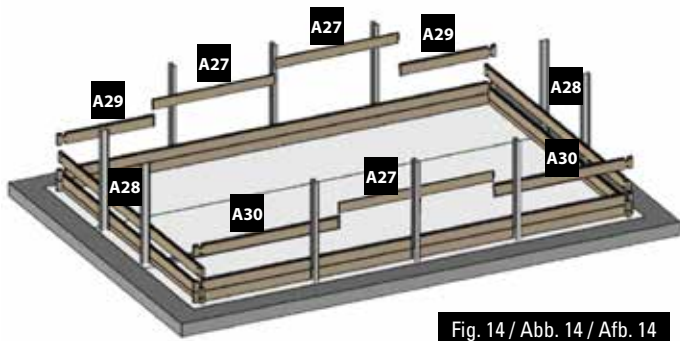

Fig. 14 / Abb. 14 / Afb. 14
- EN 3rd LAYER OF BOARDS:** Install the third layer of boards as shown in figure 14. The position of the refilling fitting with the key and the skimmer should be defined at the start of the assembly (read the specific paragraphs).
- FR 3ÈME RANGÉE MADRIERS :** Positionnez les madriers de la 3ème rangée conformément à la figure 14. Vous devez avoir déterminé l'emplacement de la buse de refoulement et du skimmer dès le début du montage (voir paragraphes spécifiques).
- DE 3. BRETTREIHE:** Platzieren Sie die Bretter der dritten Reihe laut Abb. 14. Zu Beginn der Montage müssen Sie die Lage des Druckventils und des Skimmers festlegen (lesen Sie hierzu die entsprechenden Abschnitte).
- NL 3ª RIJ PLANKEN:** Plaats de planken van de derde rij zoals te zien is op afbeelding 14. U moet al bij aanvang van de montage bepalen op welke plaats het uitstroommondstuk en de skimmer moet komen (less de betreffende paragrafen).